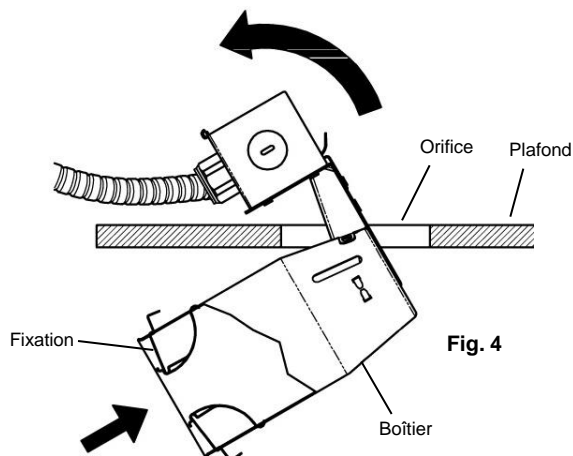

Fig. 4
1. Faites glisser le boîtier dans l'orifice (Fig. 4).